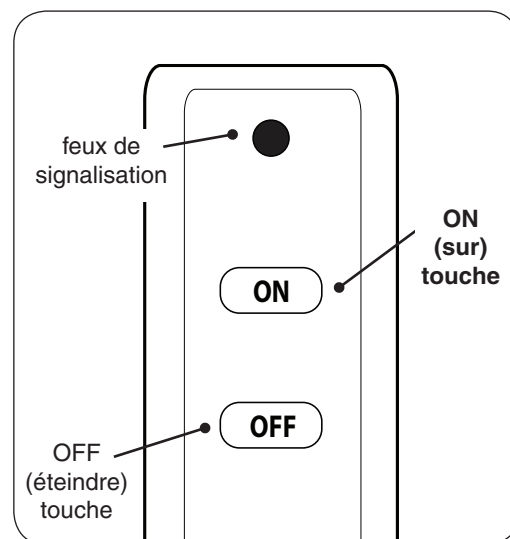

Fig. 12-2 Détail télécommande
2. Localiser la télécommande et appuyez sur la touche **ON** (sur). Voir Fig. 12-2. La séquence d'allumage commence.